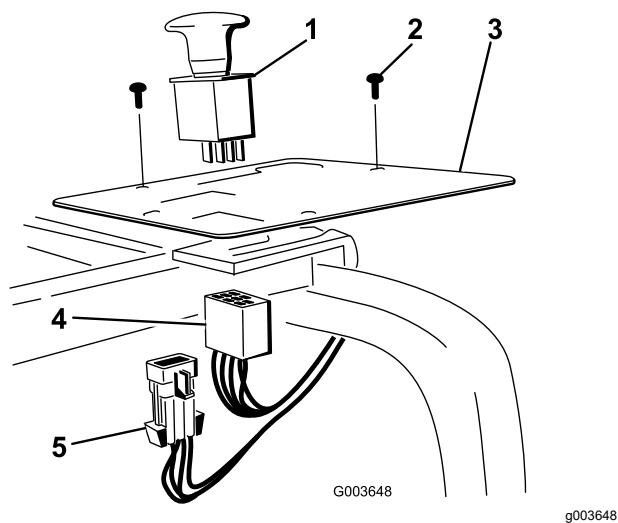

図 34
2. パネルについているプラグを打ち抜いて、パネルにスイッチを取り付ける 図 34。
6. メインハーネスコネクタをメインハーネスに接続する 図 34。